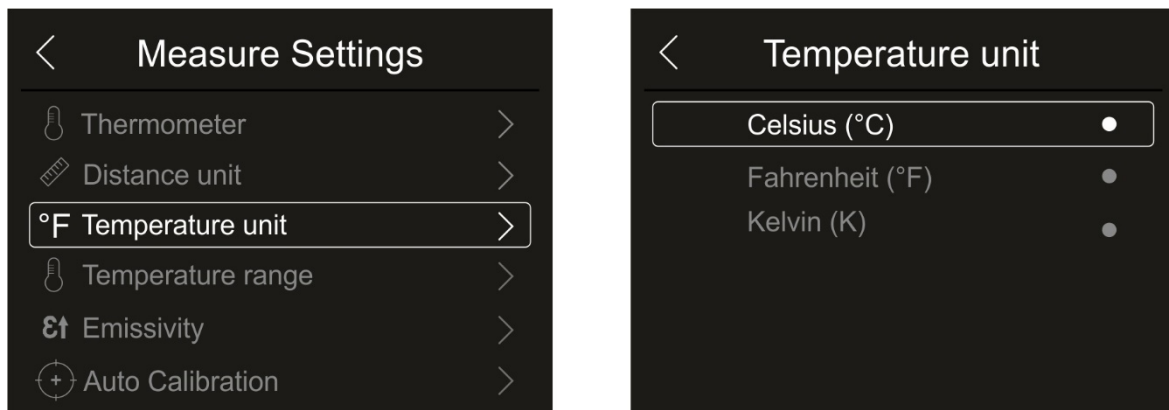

Abb. 26: Menü Einstellung der Messeinheit der Temperatur
1. Berühren Sie “ Temperature unit ” zur Einstellung der Messeinheit der Temperatur. Die Abb. 26 – rechte Seite erscheint im Display: